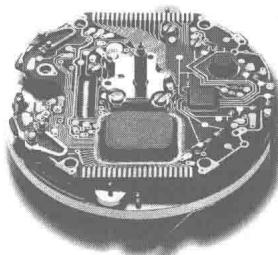

图 1-1-4 指针式石英
(3) 第三代 指针式石英电子表（图 1-1-4）。以石英振荡系统为计时标准，石英电子表常用的频率为 32768Hz，走时精度很高。